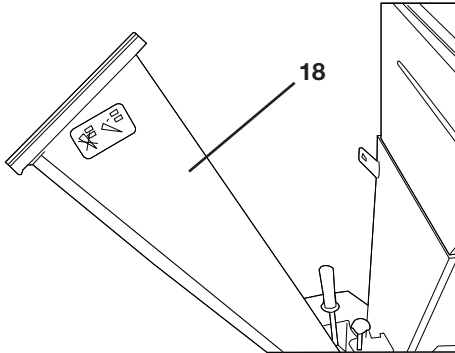

Bild 17
Kippen Sie den seitlichen Trichter (18) an (Verschluss am Seitentrichter (19) öffnen) und befestigen Sie ihn mittels Sterngriff (20) am oberen Trichter. Dadurch wird die Gesamtbreite der Maschine verringert (siehe „Bild 17 bis 19“).